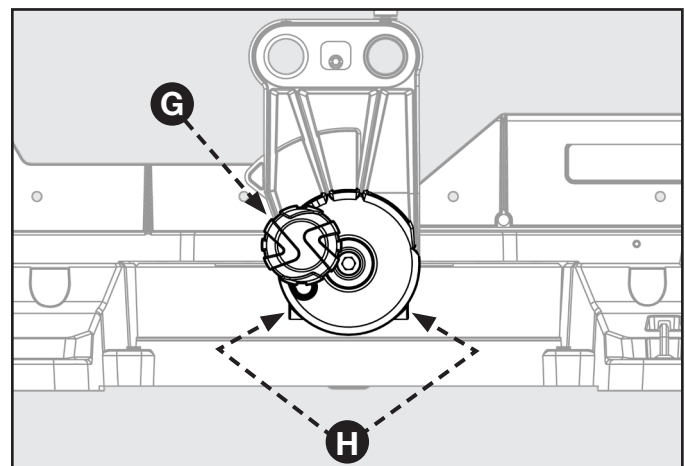

FIGURE 13
7. Placez une équerre à combinaison (E) contre la table et la face de la lame de scie (F).
9. Le bord de l'équerre et la lame de scie doivent être parallèles, comme illustré à la figure 13.